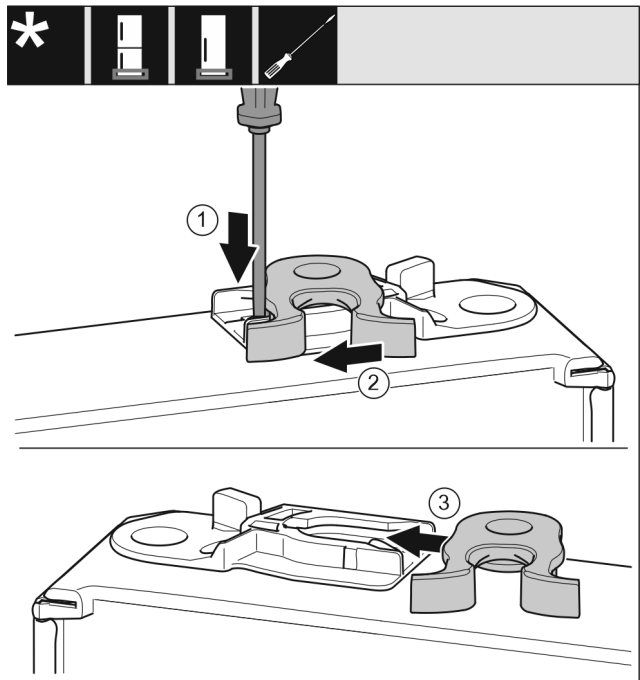

Fig. 16
- ▶ Paina kieleke alas uraruuvimeisselillä. Fig. 16 (1)
- ▶ Vedä sulkuhaka pois ohjaimesta. Fig. 16 (2)
- ▶ Työnnä sulkuhaka toisella puolella ohjaimen. Fig. 16 (3)